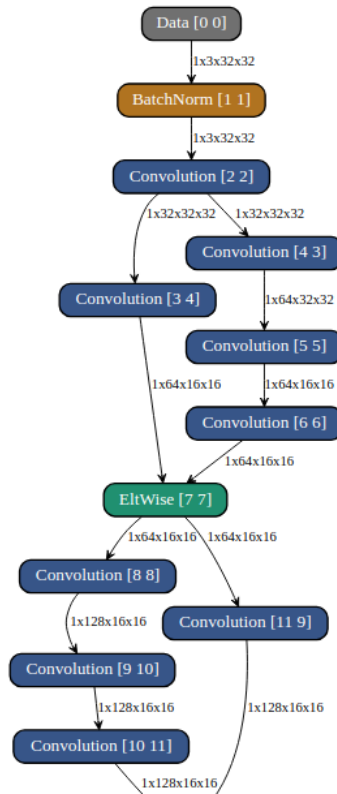

图 1-3 SVG 模型结构
5. 结构可视化会将编译模型结构生成 SVG 格式的图片用于检查编译之后的模型结构，具体如图 1-3 所示。可以使用任意浏览器将该文件打开，鼠标停留到具体每一层可以进一步看到相关层的参数，如 Scale/Pad 等信息。